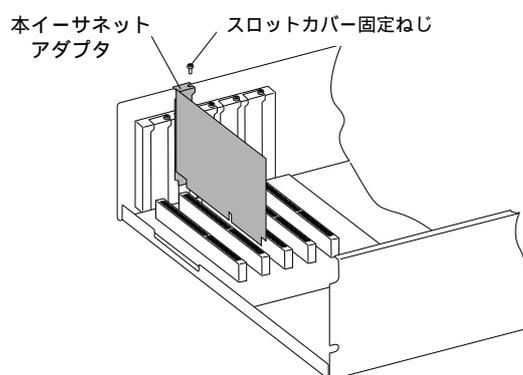

図3.3 本アダプタを取り付ける
(4) 本アダプタを拡張スロットに差し込み、本アダプタが拡張スロットに対して真っ直ぐに取り付けられていることを確認して下さい (図 3.3)。
(5) (3) で外したビスを使用して、本アダプタを固定して下さい。このねじは必ず取り付けて下さい。